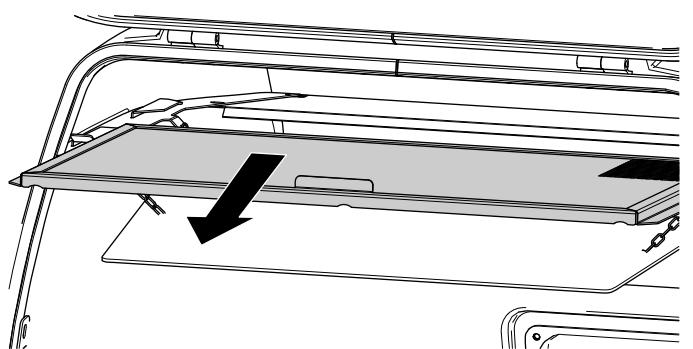

Figura 112
3. Remova o filtro da tremonha e limpe-o (Figura 112).